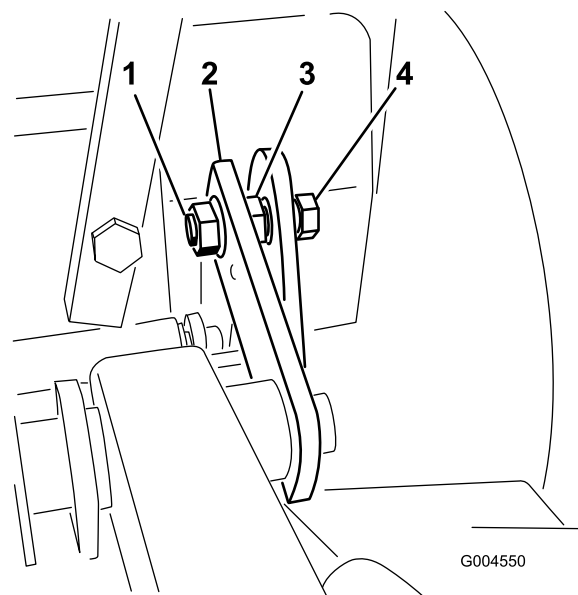

Figure 51
9. Ajustez les boulons de sorte que l'extrémité soit au même niveau que l'écrou. Ainsi, la bague pourra rouler dans la fente du support du plateau de coupe (Figure 51).